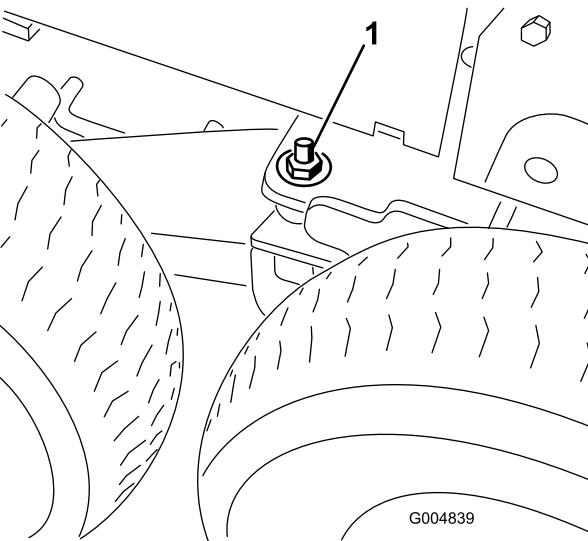

Figura 77
- Retire la contratuerca de 1/2 pulgada y la arandela plana de las soportes de giro derecho e izquierdo del bogie para desenganchar el pivote (Figura 77).
plana de 1/2 pulgada y la contratuerca en el espárrago, y apriete la tuerca con los dedos solamente en ambos lados de la máquina (Figura 77).